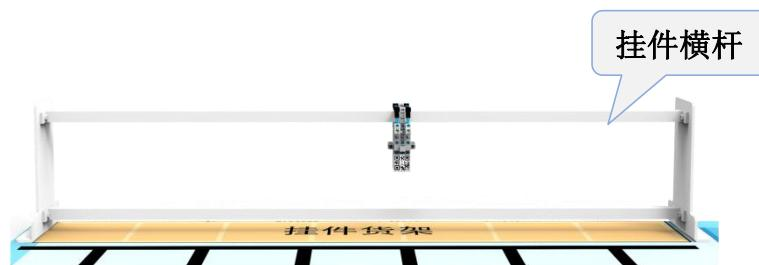

图 16 挂件放置示意图
**3.7.1** 机器人需要识别材料货物上的二维码货物进行识别，得到“1”信息则放置到挂件货架上。机器人将挂件搬运至挂件货架上且保持到比赛结束后不掉落，获取材料货架一层的挂件放置到挂件货架上可得 10 分，获取二层挂件可得 20 分，获取三层挂件可得 30 分。如图 16 所示。